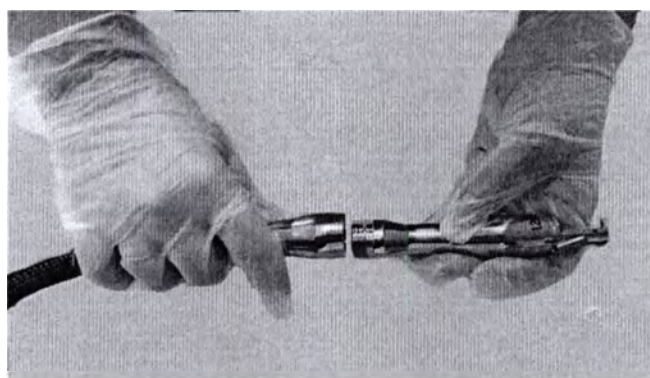

Рис. 3.19 – Подсоединение манипулятора к выходному волоконному разъему
3.4.1.3 Подсоединить манипулятор к выходному волоконному разъему, как показано на рис. 3.19.